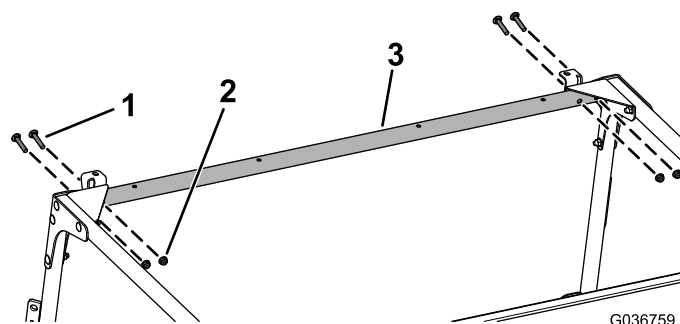

Figura 11
10. Instale sem apertar a ligação cruzada dianteira nas placas dianteiras e nas placas de canto utilizando quatro parafusos de carroçaria (5/16" x 1 3/4") e quatro porcas flangeadas (5/16"), como se mostra na Figura 11.